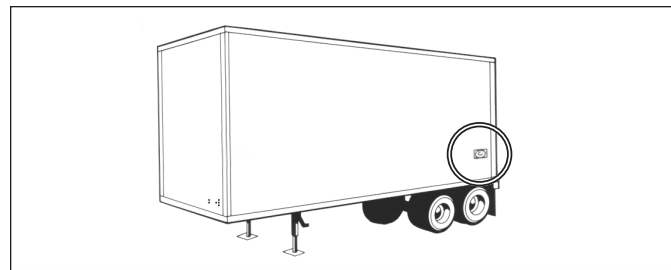

Figure 4 – Voyant ABS monté sur remorque
- **Contrôle d'essieu relevable** : Le module avancé à canaux multiples (MC) de Bendix® TABS-6™ peut être configuré pour relever (et abaisser) automatiquement un ou des essieux relevables lorsqu'une charge préconfigurée est détectée.
- **Voyant du système de freinage antiblocage (ABS) de remorque** : Le voyant ABS de la remorque, commandé par l'ECU pour indiquer l'état de l'ABS, s'allume lorsqu'un code d'anomalie (DTC) est actif. Voir figure 4. S'il n'y a aucun DTC d'ABS quand l'ECU est mis sous tension, le voyant s'allume sous forme de vérification d'ampoule pendant deux (2) à six (6) secondes au plus. Si l'avertissement urgent de basse pression (LPWE) est activé, le voyant de l'ABS s'allume jusqu'à ce que la situation soit claire.